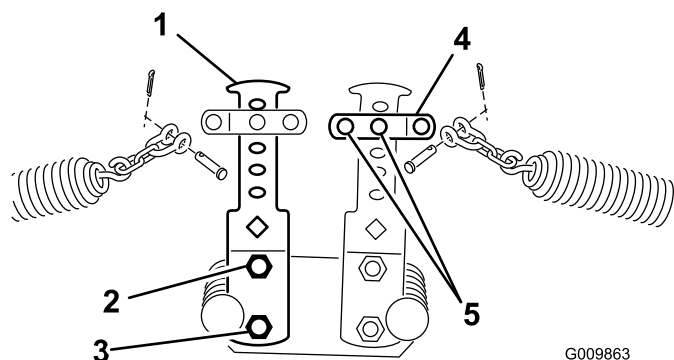
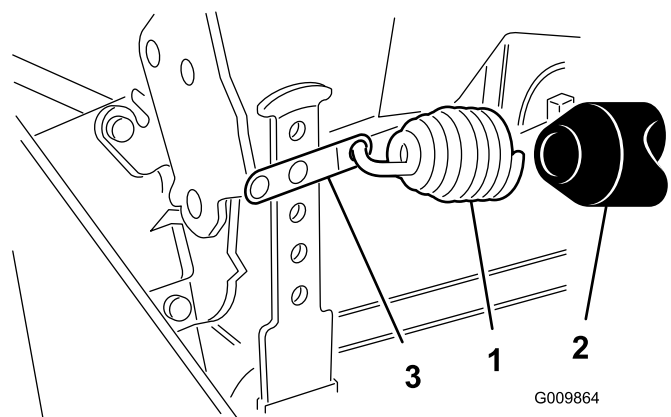

Figure 15
Figure 16
4. Accrochez l'autre extrémité du ressort au trou approprié (voir ci-dessous) des bras d'équilibrage avant et arrière (Figure 15 et Figure 16) avec la jumelle et la chaîne, la chape, l'axe de chape et la goupille fendue.
- Accrochez l'autre extrémité du ressort au deuxième trou en partant du haut de la jumelle avec la chaîne, la chape, l'axe de chape et la goupille fendue (Figure 15).
- Sur les bras d'équilibrage, posez le couvercle en vinyle sur le ressort avant d'accrocher l'autre extrémité du ressort à la jumelle dans le deuxième trou en partant du haut (Figure 16)
- Fixez le bas du bras d'équilibrage au bâti à l'aide de la vis et de l'écrou retirés précédemment. Serrez le boulon supérieur (Figure 15).